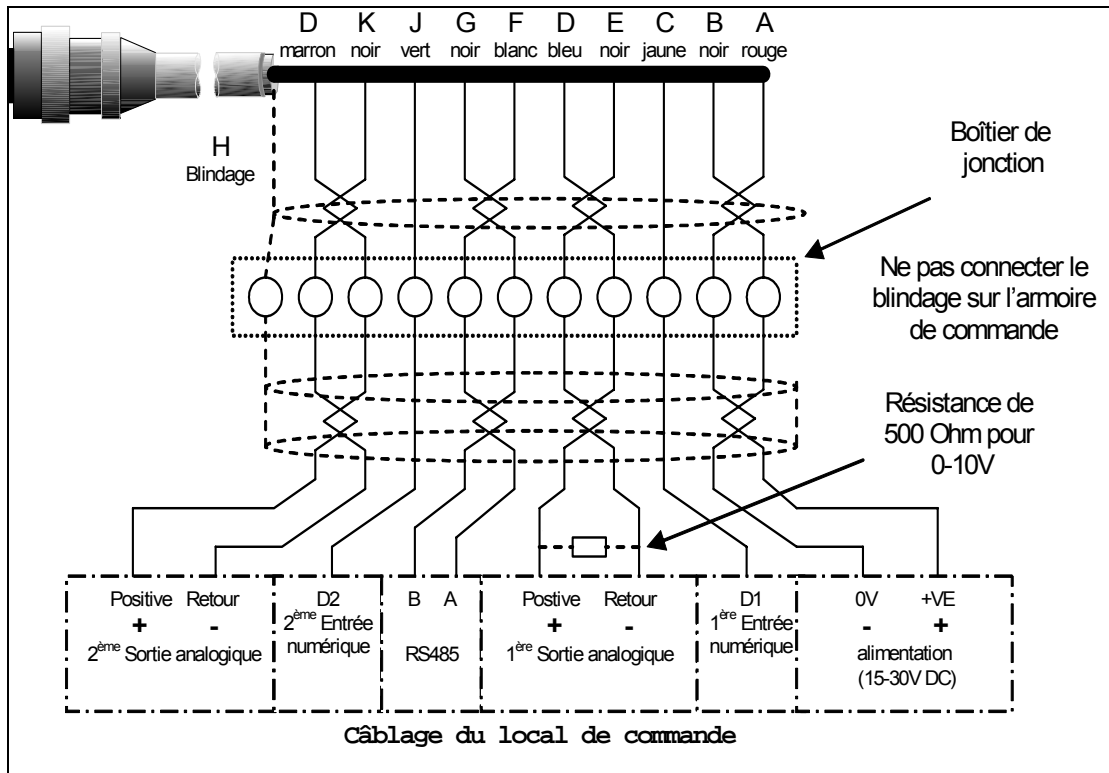

Figure 24 – Connexion du câble (0090A) de la sonde
- 0 – 20 mA Celle-ci peut être configurée comme étant une sortie d'une tension comprise entre 0 et 10 V cc si une résistance à 500 ohms est branchée en travers de la sortie analogique et des câbles de retour (voir Figure 24).